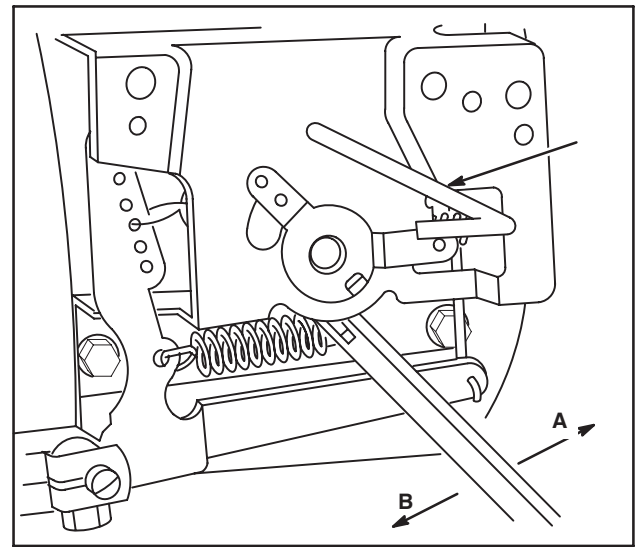

Fig. 34
3. Aligner les trous dans le support de commande et le levier avec une tige de 3,18 mm de diamètre. Le levier de la commande de l'équipement doit être en position "IDLE", Fig. 34.